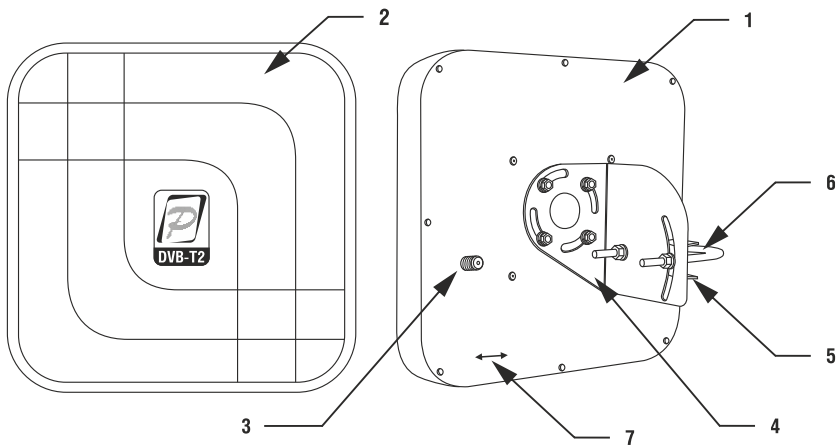
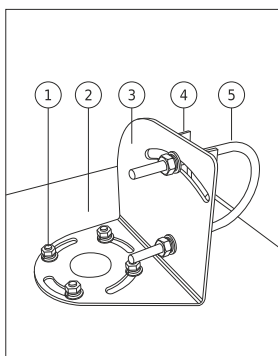

Рис.1 Общий вид антенны
Рис.2 Установка элементов крепления антенны
6.2. Закрепите Г-образную скобу (см. рис.2 позиция 3) на корпусе антенны (см. рис.2 позиция 2) с помощью входящих в комплект крепежа гаек и шайб. При этом совместите прорези в скобе и крепежные шпильки (см. рис.2 позиция 1) таким образом, чтобы метка направления поляризации (см. рис.1 позиция 7) указывала горизонтальную поляризацию (была параллельна горизонту).
6.3. Установите на Г-образную скобу крепеж для монтажа на кронштейн - U-образный хомут и зубчатый элемент крепления. Закрепите их с помощью винтов, шайб, шайб-гроверов и гаек (см. рис.2 позиция 4 и 5). Обратите внимание, что при размещении антенны на мачте данные элементы устанавливаются непосредственно при монтаже.
6.7. Присоедините коаксиальный кабель к F-разъему антенны (см. рис.1 позиция 3). После подключения произведите гидроизоляцию разъема с помощью ПВХ-изоленты и нейтрального герметика.